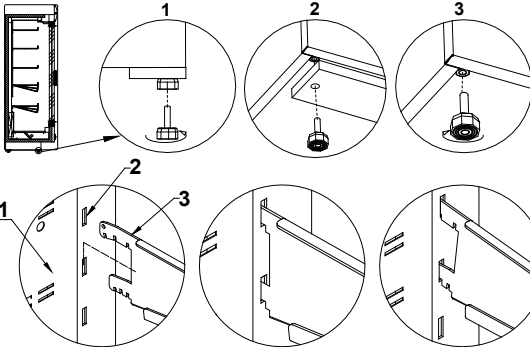

Abb.2 Entfernen der Holz Bühne
- Die Anlage auspacken und den Holzpodest, der auf der Grundlage vorhanden ist, entfernen Abb.2 (S.21)